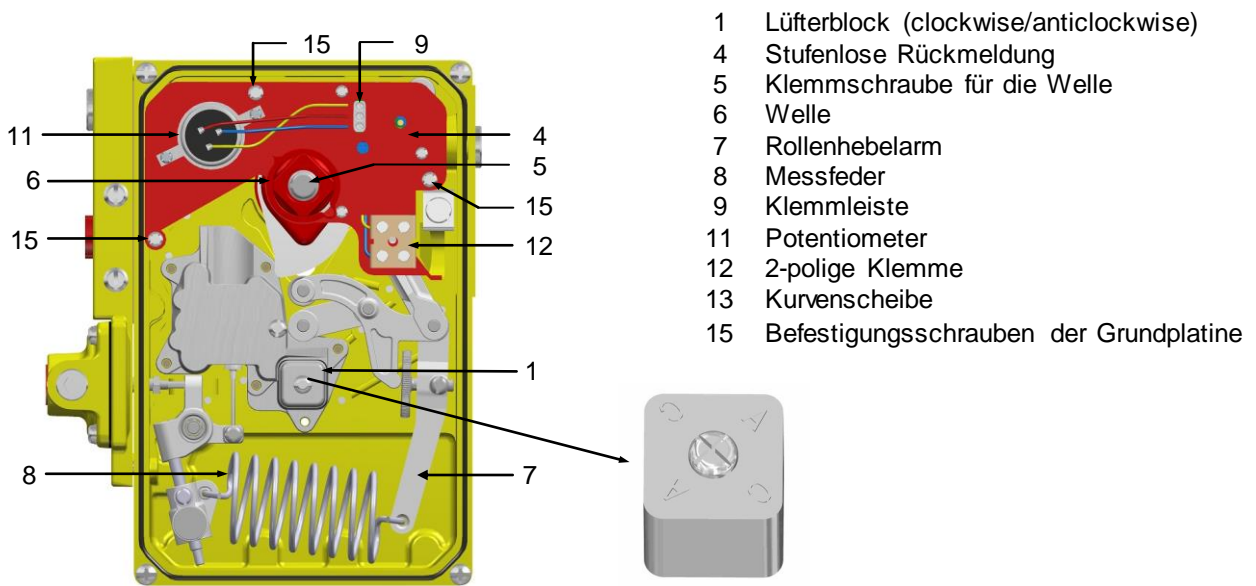

Bild 10
Lockern Sie die Klemmschraube (5, Bild 10), die Befestigungsschrauben (15, Bild 10) der Grundplatine und klemmen Sie die Kabel an der 2-poligen Klemme (12, Bild 10) ab. Anschließend kann die Grundplatine vorsichtig nach oben abgehoben werden. Drehen Sie die Platine, so dass Sie die Ansicht wie in Bild 11 gezeigt erhalten. Jetzt ist der untere Wellenteil frei zugänglich. Um die Drehbewegung der Welle auf das Potentiometer zu übertragen, ist das Potentiometer durch ein Spannband mit der Welle verbunden. Hängen Sie vorsichtig dieses Spannband (1, Bild 11) aus der Verankerung in der Welle. Das ist notwendig, um bei der Option Stufenlose Rückmeldung das Potentiometer der Wirkrichtungsumkehr anzupassen.
Erst dann kann die Grundplatte wieder in die vorhergesehene Position eingesetzt werden. Um sich das Einsetzen der Grundplatte etwas zu erleichtern, spannen Sie den Rollenhebelarm (7, Bild 10) gegen die Federwirkung der Messfeder (8). Arbeiten Sie dabei vorsichtig und ohne Gewalt, da diese zur Beschädigung der Grundplatte führen können.